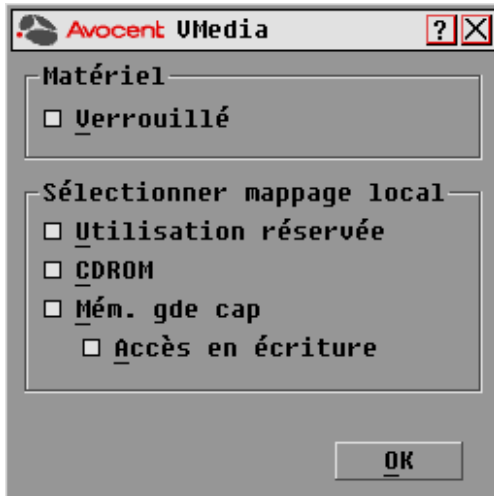

Figure 3.15 : Boîte de dialogue Virtual Media de l'interface OSCAR
2. Cliquez sur *Config. - VM* pour ouvrir la boîte de dialogue Virtual Media, comme indiqué à la Figure 3.15 à la page 45.